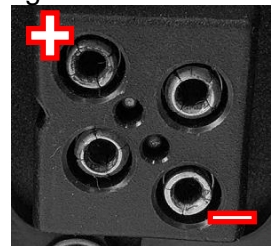

Abb. 5
- Vermeiden Sie einen Kurzschluss der + und – Kontakte (Abb. 5, Minuspol rechts unten, Pluspol links oben) durch stromleitende Objekte. Der Akku darf nicht an unsicheren Orten gelagert werden, wenn er dort mit metallischen oder leitenden Gegenständen in Kontakt geraten könnte.